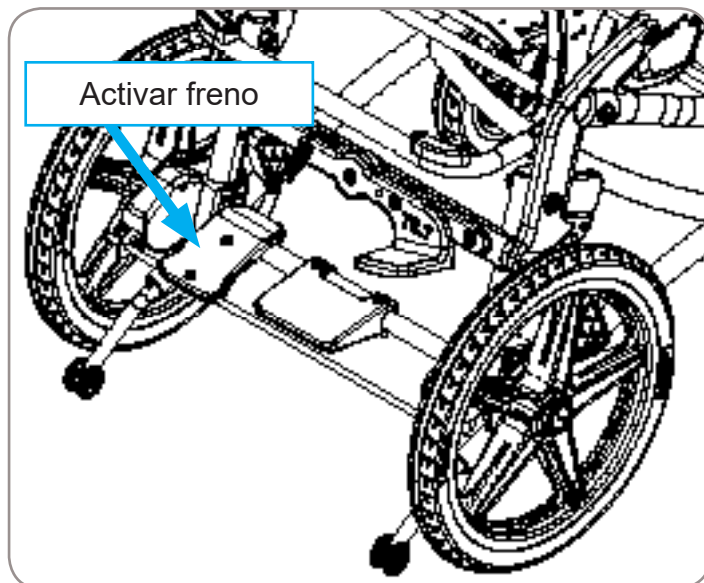

Figura 4
1. Para activar el freno de la rueda, presione el pedal rojo. Referencia Figura 4.